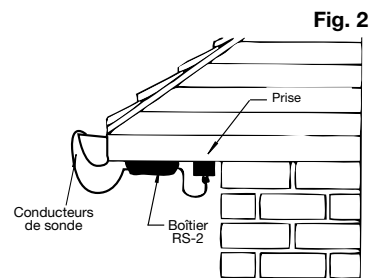

Fig. 2
1. Installer l'unité RS2 sous le soffite, ou dans un endroit équivalent à l'abri des intempéries, à l'aide des vis fournies. *Se référer à la Fig. 2.* Pour permettre le branchement du cordon qui se trouve sur le contrôle, s'assurer que l'emplacement du montage est assez proche de la prise alimentant l'unité en électricité. La connexion doit être située de façon à avoir la meilleure protection contre les intempéries et une boucle d'égouttement doit être utilisée comme il convient. Pour assurer une protection maximale, les boucles d'égouttement doivent être utilisées entre la boîte de contrôle et le fil détecteur et le raccord d'alimentation vers le filament de chauffage comme il convient. Au besoin, la prise peut être commandée par un interrupteur (muni d'une lampe-témoin) situé à l'intérieur de la maison. *Voir Fig. 2.*